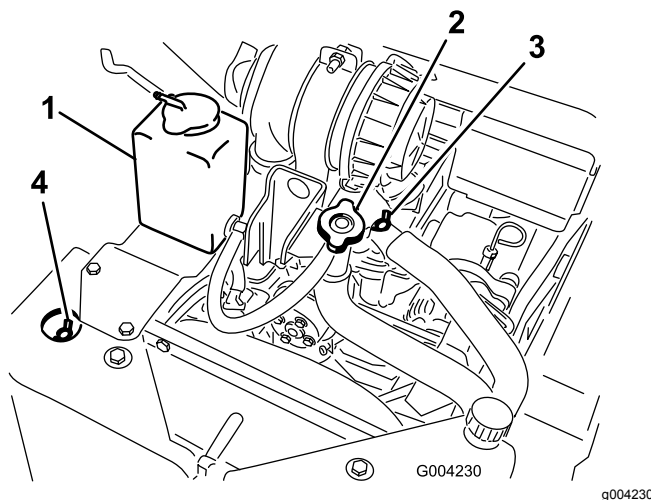

Figura 51
A. Rimuovete il tappo di riempimento del refrigerante (Figura 51).
B. Aprite le valvole di spurgo del refrigerante anteriore e superiore (Figura 51).
C. Versate il refrigerante nel collo del bocchettone del refrigerante fino a quando il refrigerante non inizia a fuoriuscire dalla valvola di spurgo anteriore (Figura 51).
D. Chiudete la valvola di spurgo del refrigerante anteriore (Figura 51).
E. Versate il refrigerante nel collo del bocchettone del refrigerante fino a quando il refrigerante non inizia a fuoriuscire dalla valvola di spurgo superiore (Figura 51).
F. Chiudete la valvola di spurgo del refrigerante superiore (Figura 51).
G. Versate il refrigerante nel collo del bocchettone finché non vedrete salire il livello del refrigerante nel collo del bocchettone (Figura 51).
H. Montate il tappo di riempimento del refrigerante (Figura 51).